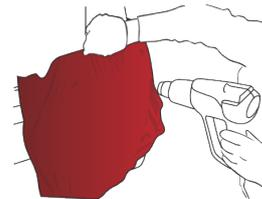

Abbildung 17
- › Danach ist die Folie auf 40 °C bis 50 °C zu erhitzen (Abb. 17) und zu spannen. Entstandene Falten werden dabei unter Anwendung der Rakel entfernt.